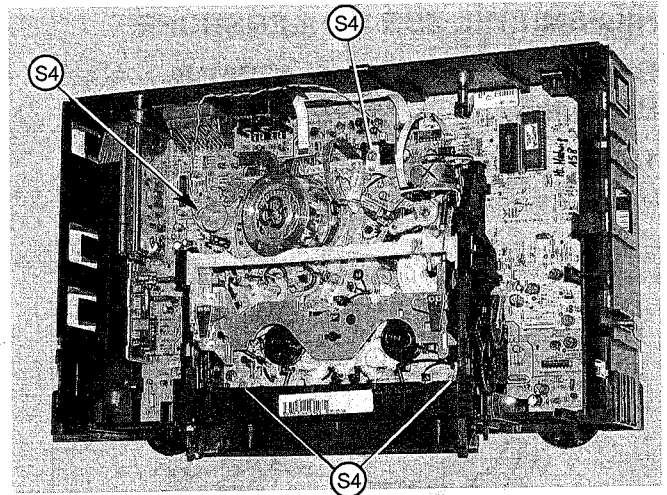

Fig. 7
7. Laufwerksausbau (Fig. 5)(Fig. 7)(Fig. 8)
- Mit Spitzzange die zwei Schnapphaken (S) zusammendrücken und das Laufwerk im Bereich der Schnapphaken anheben. (Fig. 7)